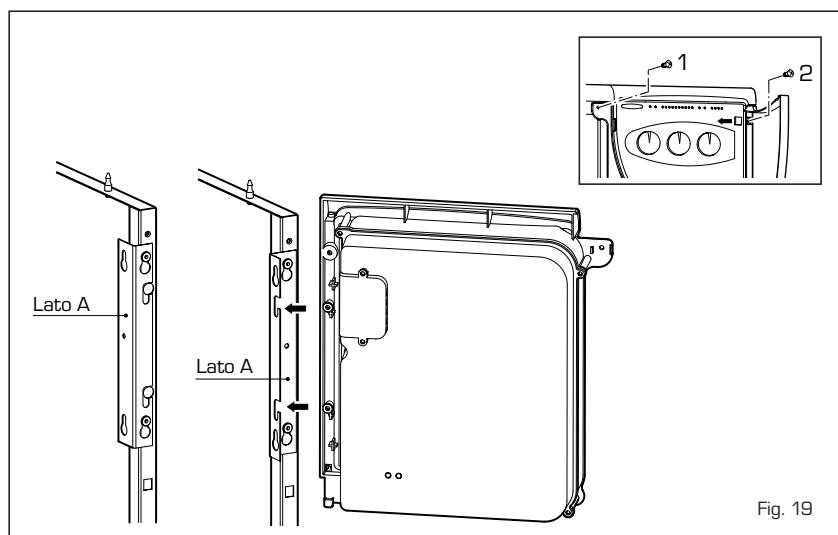

Fig. 19
4.7.1 Desmontaje tapa envolvente de caldera y panel de mandos (fig. 19)